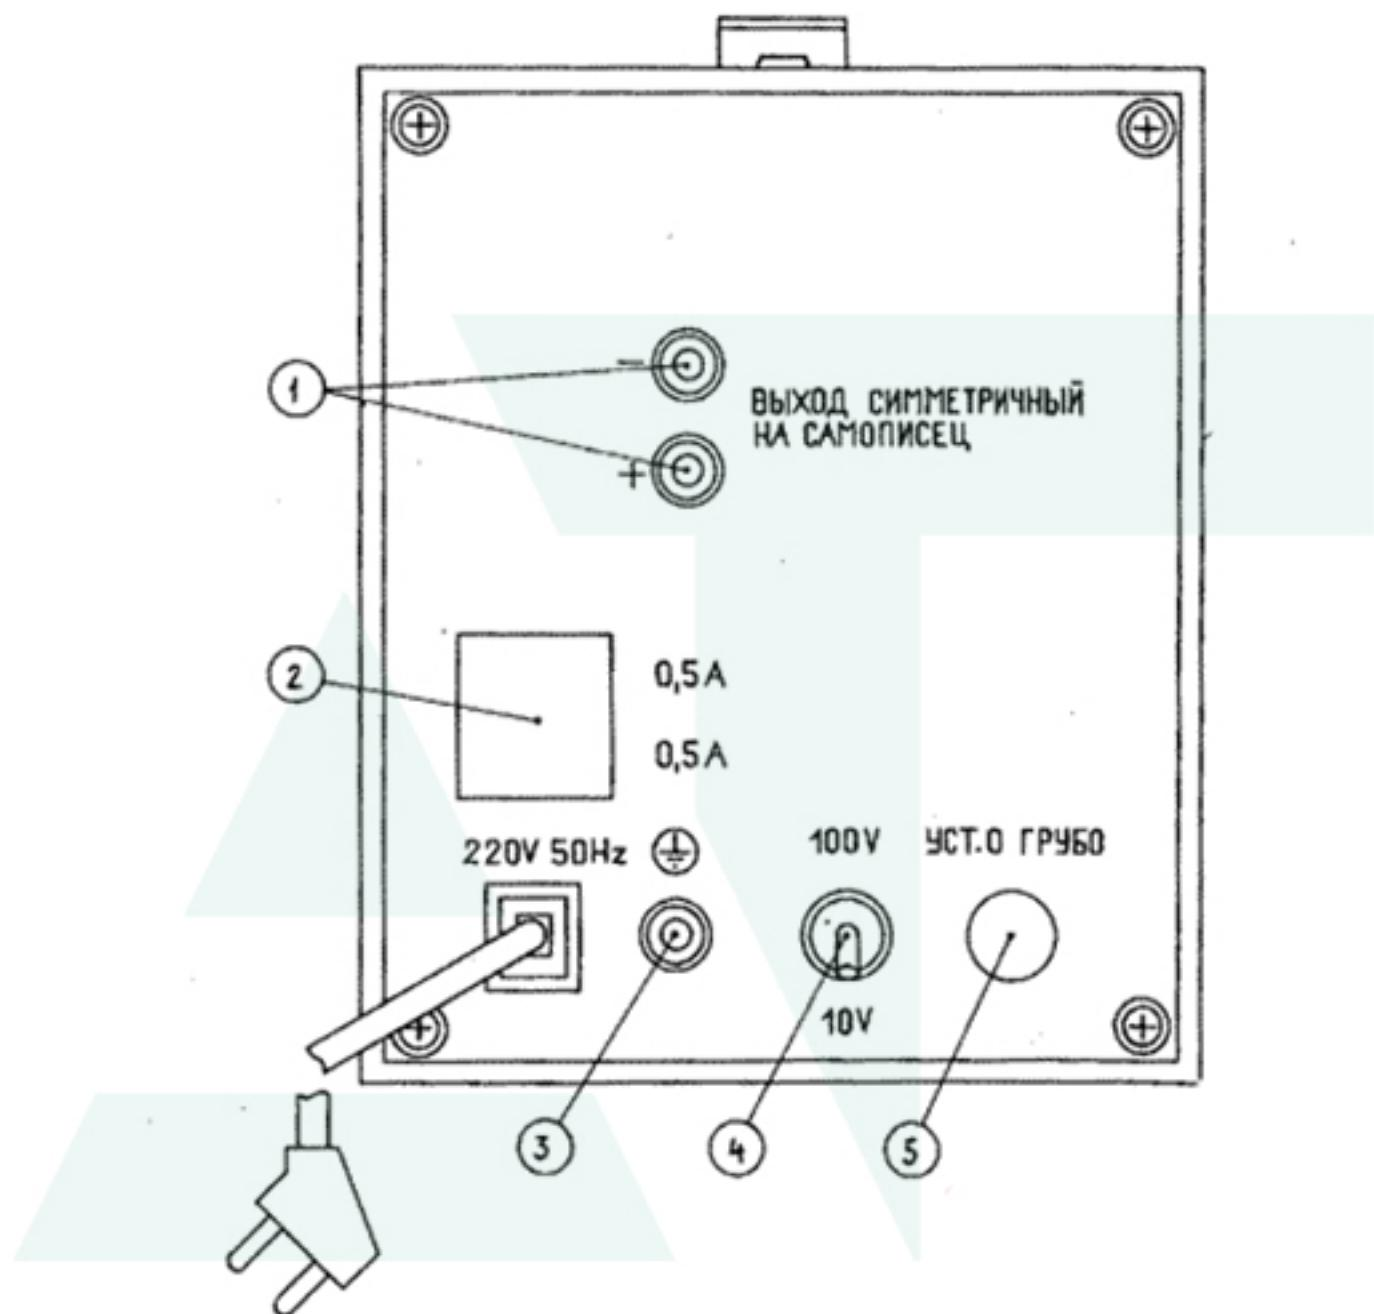

Рис.6. Вид прибора со стороны задней панели:
На задней панели прибора (рис.6) расположены: переключатель измерительного напряжения 10V, 100V; ручка грубой установки нуля УСТ.О ГРУБО; гнездо держателей предохранителей; клемма заземления \oplus ; гнездо выхода преобразователя ВЫХОД СИММЕТРИЧНЫЙ НА САМОПИСЕЦ.
5.2. Пломбирование прибора производится мастикой битумной. Место пломбирования прибора указано на рис. 6.